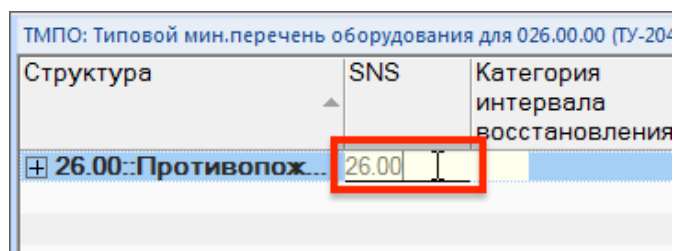

Рис. 15-3 – Ввод SNS для группирующего элемента списка
3) Для создания группирующего элемента в списке (подзаголовок) переместить фокус ввода в окно «ТМПО» (2) и нажать кнопку «Группа» панели «Создать» (3).
5) В поле «SNS» для созданного объекта ввести значение SNS выбранного в окне «Логистическая структура» элемента (рис. 15-3). Значение SNS, а также «Наименование» элемента ЛСИ, выводится в поле «Структура».